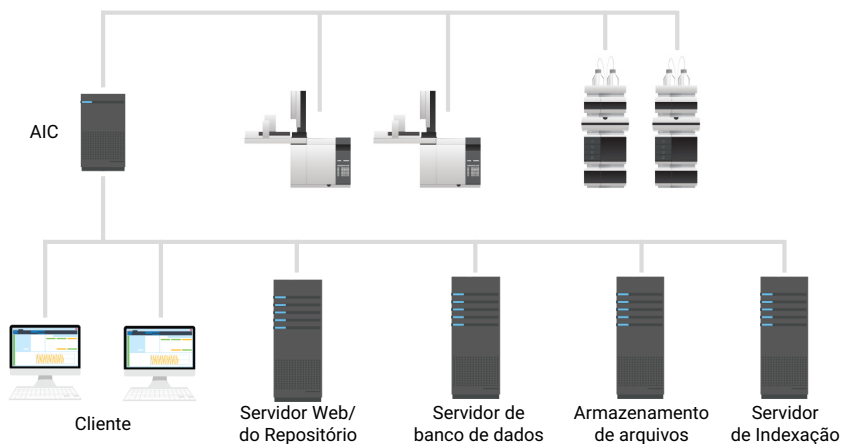

Figura 4 Topologia de 4 servidores: Para ambientes de alta carga com vários AICs
- ✓ sistema de 4 servidores (consulte Figura 4 na página 12)